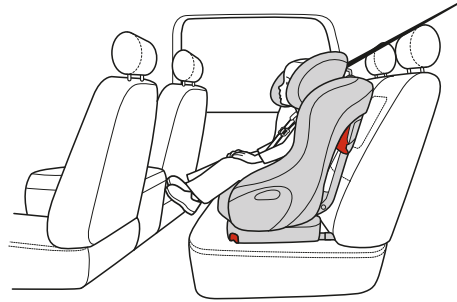

Figure 3
- Le haut des oreilles de l'enfant DOIT être sous la partie supérieure de l'Appui-Tête du siège d'auto, tel qu'illustré dans la **Figure 3**. Si le haut des oreilles de l'enfant dépasse la partie supérieure de l'Appui-Tête de ce siège d'auto dans sa position la plus haute, l'enfant est alors trop grand pour ce siège d'auto.